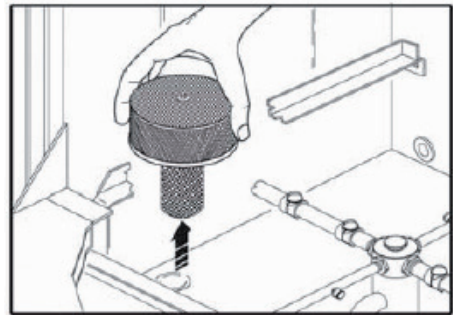

Bild 17
5. Nehmen Sie den Filter der Spülpumpe und andere eventuelle Tankfilter heraus und säubern Sie ihn (Bild 17)